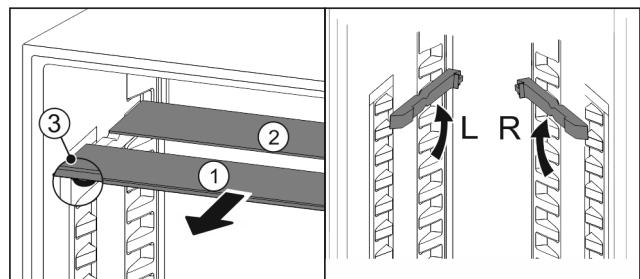

Fig. 86
- По одной извлеките Fig. 86 (1) стеклянные панели движением вперед.
- Стеклянная панель Fig. 86 (1) с декоративной планкой лежит спереди.
- Стопоры Fig. 86 (3) показывают вниз.